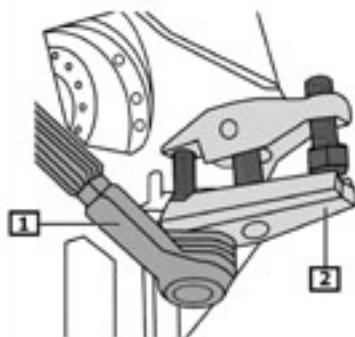

Fig. 3:
- **Fig. 3** Spurstange (1) mit Spezialwerkzeug (2) vom Achsträger trennen.
- **Fig. 3** Use a special tool (1) to detach tie rod head (2) from axle bracket.
- **Fig. 3** Séparer la biellette de connexion (1) du support d'essieu (2).
- **Fig. 3** Separar con la herramienta especial (1) la barra de dirección (2) del soporte del eje.